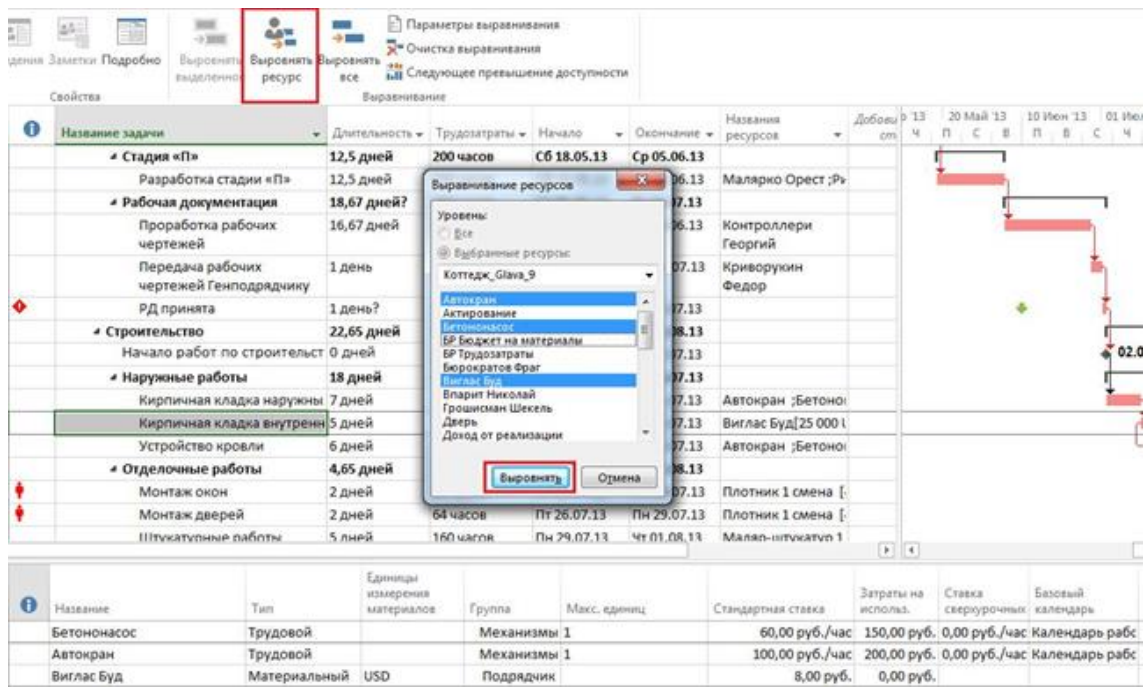

Рисунок 93 – Выравнивание по конкретным ресурсам
- 2) Производим выравнивание по механизмам «Автокран» и «Бетононасос», Рисунок 93.